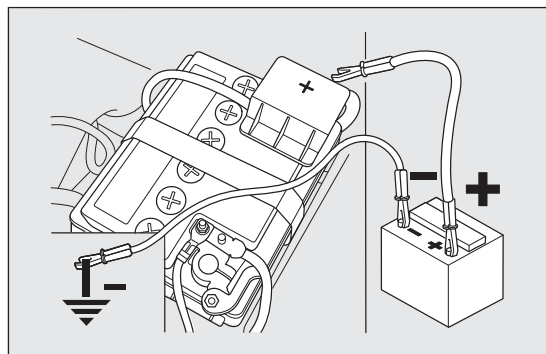

fig. 122
- ☐ conectar los bornes positivos (signo+ cerca del borne) de las dos baterías con un cable adecuado fig. 122